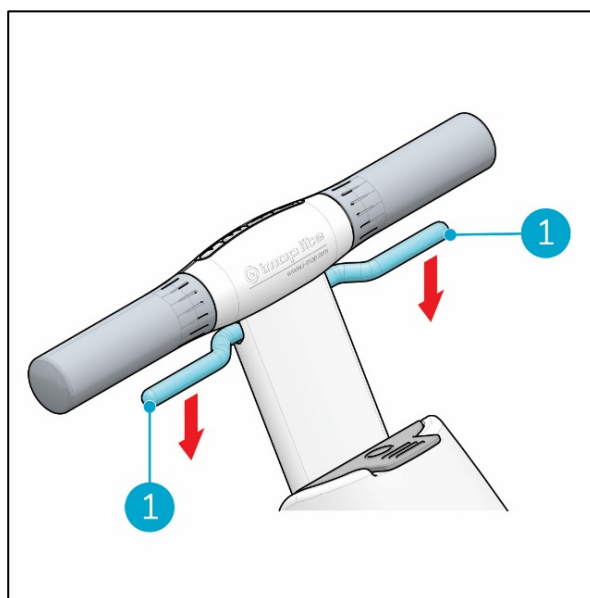

Figura 20
Al liberar el gatillo (Figura 20, pos. 1) se detendrá automáticamente la i-mop Lite.